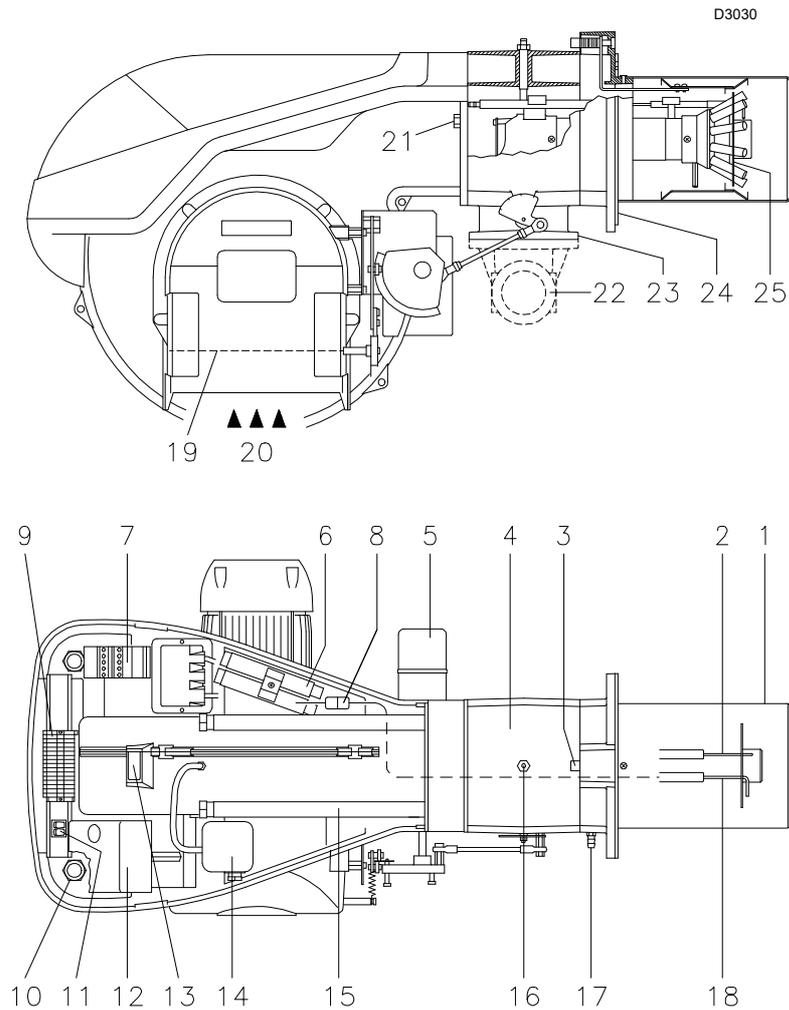

Fig. 4
- (1) Condiciones de referencia: Temperatura ambiente 20 °C - Temperatura del gas 15 °C - Presión barométrica 1.013 mbar - Altitud s.n.m. 0 m.
(2) Presión en la toma 7)(Fig. 4) con presión cero en la cámara de combustión y a la potencia máxima del quemador.
(3) Presión sonora medida en el laboratorio de combustión del fabricante, con quemador en funcionamiento en caldera de prueba, a la potencia máxima. La potencia sonora se mide con el método "Free Field", previsto por la Norma EN 15036, y según una exactitud de medida "Accuracy: Category 3", como se describe en la Norma EN ISO 3746.
(4) Tubo llama: corto-largo
el encendido del pulsador (**led rojo**) de la caja de control 12)(Fig. 4) indica que el quemador está bloqueado.
Para desbloquear, oprimir el pulsador del relé térmico 7)(Fig. 4).